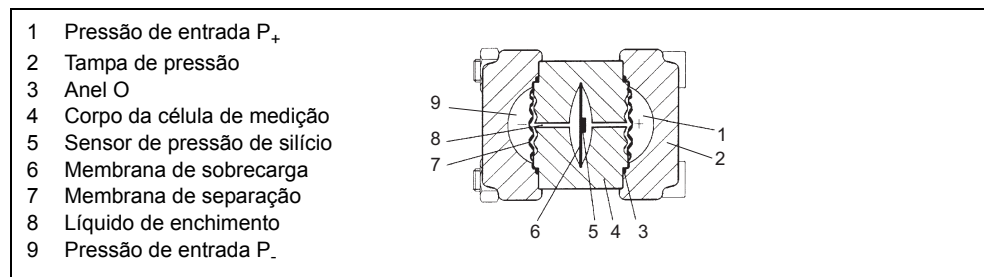

Figura 7 Célula de medição para a pressão diferencial e débito, plano de funcionamento
A pressão diferencial é transmitida ao sensor de pressão de silício (5) através de membranas de separação (7, Figura 7, pág. 18) e do líquido de enchimento (8). Quando os limites de medição são excedidos, a membrana de sobrecarga (6) é activada até uma das membranas de separação (7) encostar ao corpo da célula de medição (4) para, deste modo, proteger o sensor de pressão de silício (5) contra sobrecarga. A membrana de medição é activada pela pressão diferencial existente. Consequentemente, quatro resistências piezo com ligação em ponte, colocadas na membrana de medição, alteram os seus valores de resistência. Esta alteração da resistência causa uma tensão de saída na ponte que é proporcional à pressão diferencial.